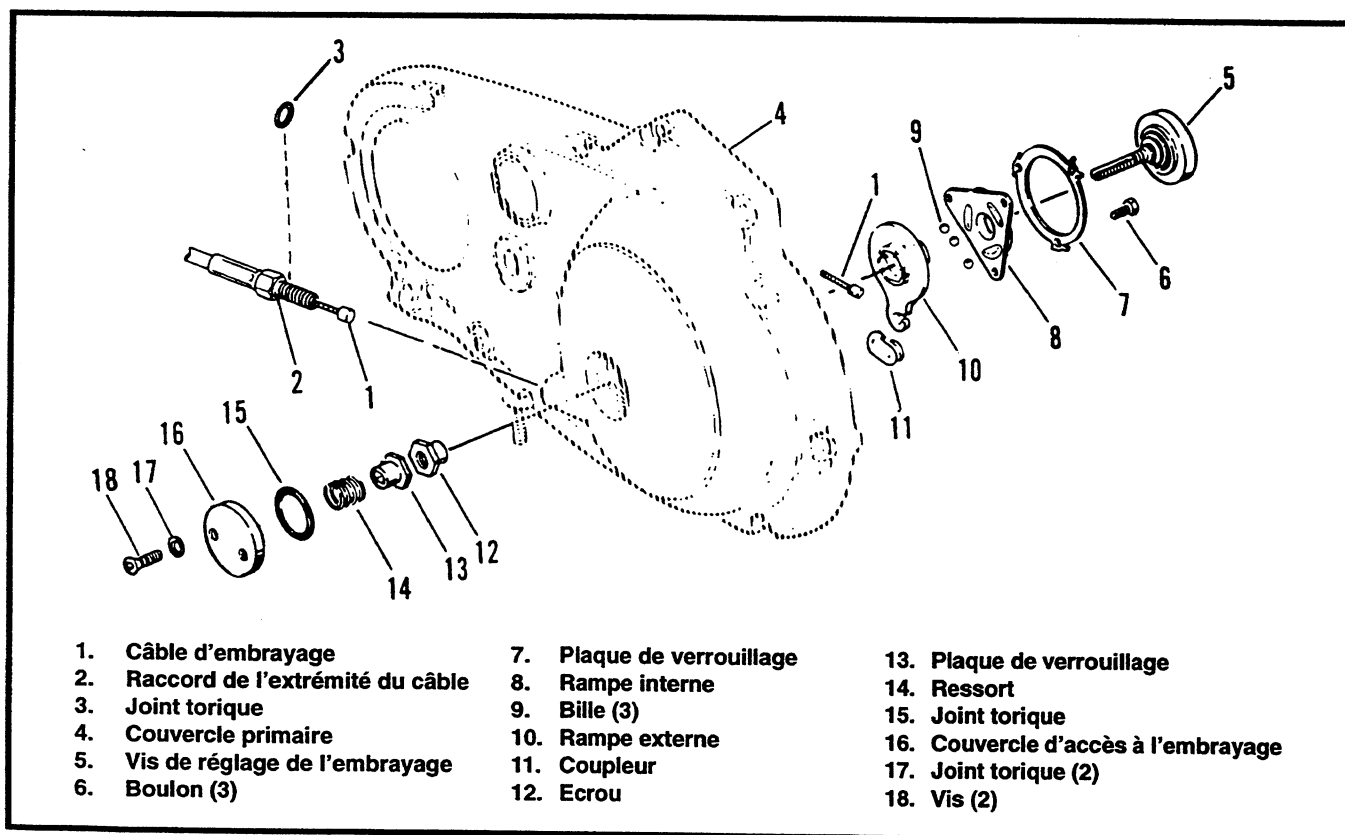

Figure 2-48. Câble d'embrayage – Partie inférieure
Câble d'embrayage – Partie inférieure (Figure 2-48)
- Voir Figure 2-48. Installez le joint torique (3) par-dessus le raccord (2) de la partie inférieure du câble (1). Faites tourner le raccord dans le sens des aiguilles d'une montre pour l'installer dans le couvercle (4). Serrez le raccord à 3-5 pi-livre (4-7 N.m).
- Reliez l'extrémité de câble (1) au coupleur (11). Installez le coupleur de câble (avec l'extrémité du câble d'embrayage attachée) à la rampe externe (10).
- Installez le mécanisme de débrouage (8, 9, 10, et 11) et la plaquette de verrouillage (7) au couvercle (4) à l'aide des boulons (6) ; serrez bien les boulons et de manière uniforme. Tordez les pattes de la plaquette de verrouillage contre le méplat des têtes des boulons (6).